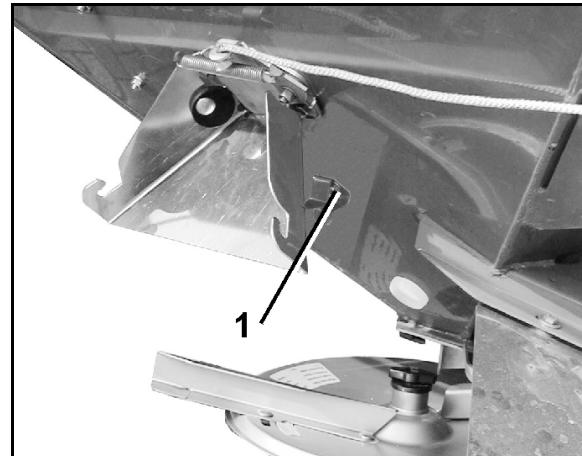
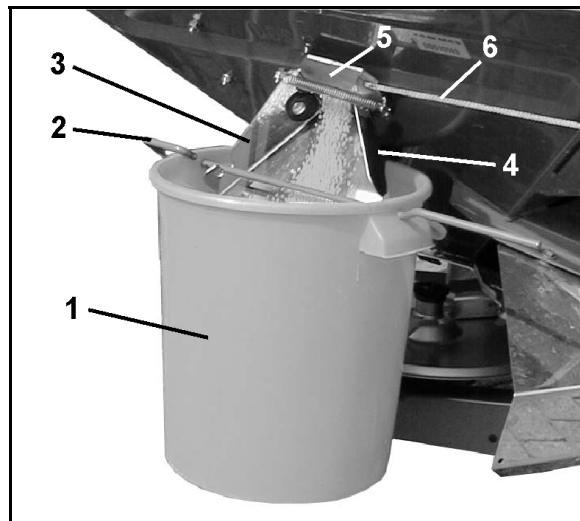

Рис. 56
Рис. 58
- Подвесьте приемную ёмкость (Рис. 58/1) с помощью скобы (Рис. 58/2) на выпускном желобе (Рис. 58/3). Приемная ёмкость должна зафиксироваться в зажимном устройстве (Рис. 58/4 и Рис. 56/1).
- Полностью раскройте боковую заслонку (Рис. 58/5) от выпускного желоба примерно на 5 с помощью троса (Рис. 58/6) (для обеспечения равномерного потока удобрения). Собранное при этом количество удобрения высыпьте назад в распределитель.